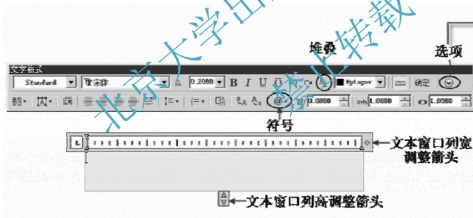
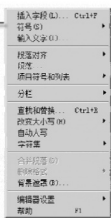

图 5-6 【文字格式】编辑器
图 5-7 【选项】快捷菜单
此时弹出如图 5-6 所示的【文字格式】编辑器, 可在其中进行文本输入、编辑及文本段落外观设置等操作。
- (1) 【文字格式】编辑器与 Microsoft Word 界面相似, 文本排版操作也与其一致。
- (2) 单击【选项】图标按钮, 打开如图 5-7 所示的【选项】快捷菜单, 使用该菜单可以对多行文字进行更多的设置。
- (3) 矩形的第一个角点决定多行文字默认的附着位置点, 矩形的宽度决定一行文字的长度, 超过此长度后文字会自动换行。按住右侧的  符号左右拖动, 可以调整矩形窗口宽度; 按住下方的  符号上下拖动, 可以调整矩形窗口高度。
- (4) 使用【堆叠】 和【符号】, 能够输入特殊文本及符号。
在多行文字的【文字格式】编辑器中(图 5-6), 单击【符号】按钮 或在【选项】快捷菜单中单击【符号】(图 5-7), 调出符号列表, 如图 5-8 所示, 可以从中选择符号输入到文本中; 另外单击【其他】选项, 系统将打开 Windows 中的“字符映射表”(图 5-9), 从中选择符号, 并分别单击【选择】、【复制】按钮, 回到 CAD 的文本窗口后, 再使用【粘贴】命令, 将其添加到文本中。